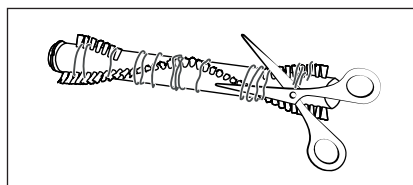

Fig. 28
- 4) Coupez les fils et les cheveux le long des poils du rouleau brosse **20** à l'aide de ciseaux (voir fig. 28). Retirez les fils et les cheveux du rouleau de la brosse **20**.